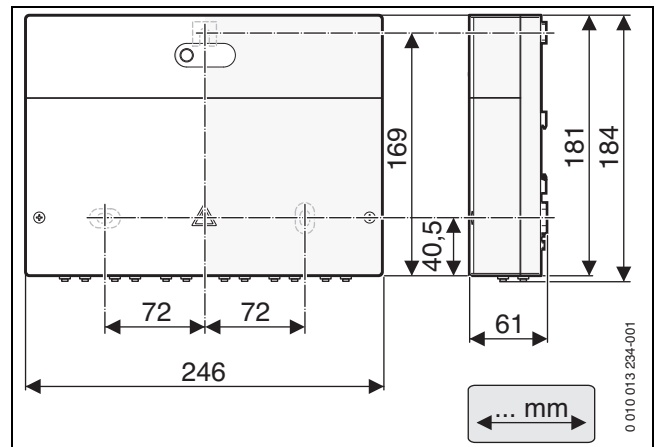
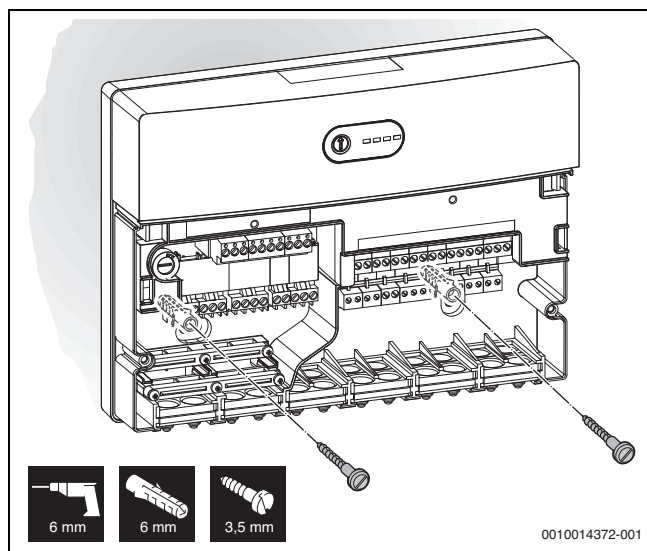
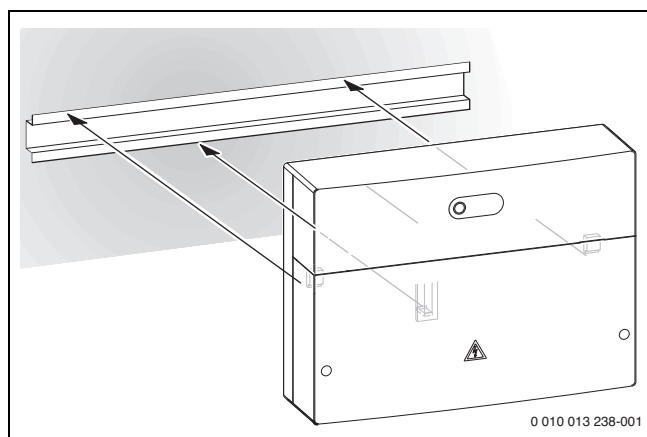

Bild 17 Abmessungen des Elektronik-Moduls
Bild 20 Elektronik-Modul an der Wand befestigen
Bild 21 Elektronik-Modul an Hutschiene befestigen
- Modul an einer Wand (→ Bild 17 – Bild 20), an einer Hutschiene (→ Bild 21) oder in einer Baugruppe installieren.